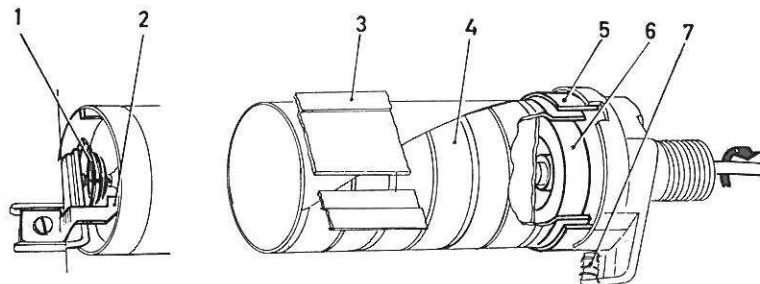

Figure 5. Indicateur de vitesse
L'indicateur de vitesse est du type à courants de Foucault. Il est entraîné par un câble flexible commandé par un engrenage à vis sans fin sur l'arbre de sortie de la boîte de vitesses. En pivotant, le câble de commande entraîne dans sa rotation un aimant permanent (6, figure 5) placé à l'extrémité droite du tambour de l'indicateur. La vitesse de rotation de l'aimant est donc la même que celle du câble de commande. Un ressort spiral, situé à l'extrémité gauche du tambour de l'indicateur, sert à freiner ce tambour tout en s'efforçant de déplacer ce dernier vers la position 0. Un champ magnétique est créé entre l'aimant permanent et
le palier de droite du rouleau de l'indicateur. Dans la même mesure, les lignes de force magnétiques se développent entre l'aimant et la bague (5) à l'intérieur de laquelle tourne l'aimant. C'est dans cet espace que se trouve l'extrémité droite du tambour de l'indicateur, voir figure 5.